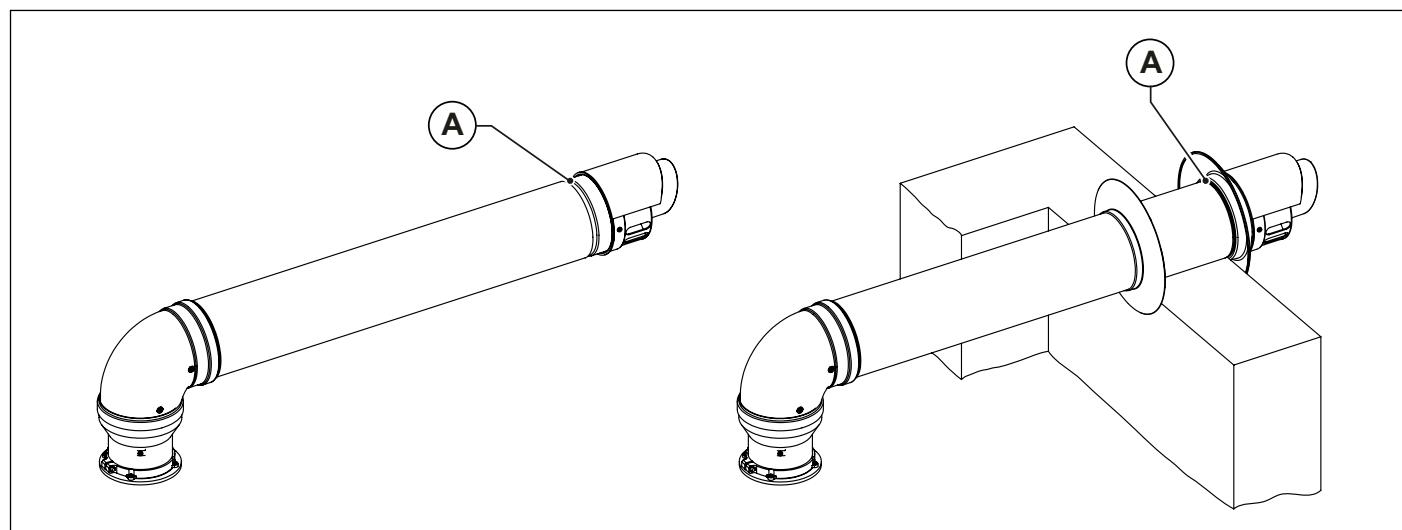

Рис. 13 Настінна установка терміналу
Кінцеві частини терміналів повітрозабірника й відводу димових газів, як розгалужені, так і коаксіальні, мають канавку (A) для закріплення зовнішнього комірця (дивись Рис. 13 Настінна установка терміналу).